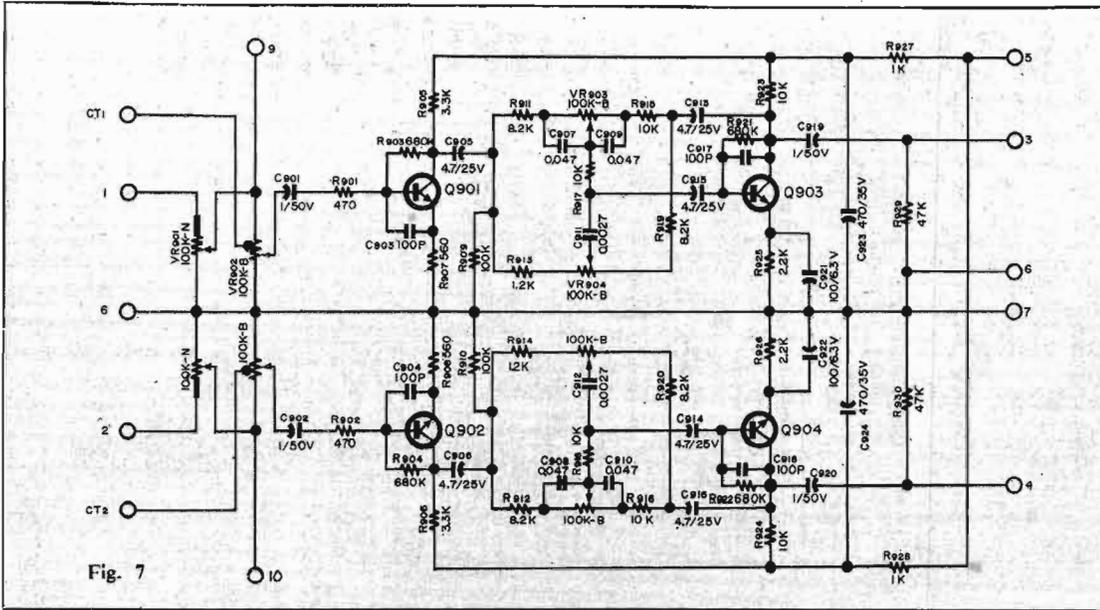

Fig. 7
**Correcteurs de tonalité** (Fig. 7). A l'entrée de ces circuits, les signaux rencontrent les potentiomètres de balance, VR501, et ceux de volume à prise pour la correction physiologique commutable. Ils sont ensuite